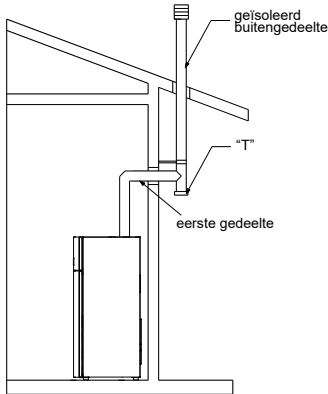

fig. 5 - Schoorsteen voor buiten
**Schoorsteen voor buiten (fig. 5)**